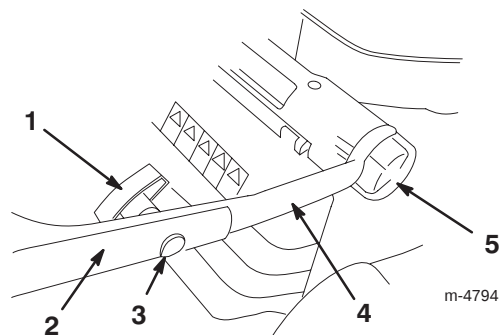

Figure 2
1. Desserrez les boutons de réglage de hauteur du mancheron et tournez la partie inférieure du mancheron vers l'arrière de la tondeuse, jusqu'à ce qu'elle vienne se loger dans l'une des positions de réglage de hauteur, comme indiqué à la Figure 2. Pour régler la hauteur du mancheron, reportez-vous à la rubrique Réglage de la hauteur du mancheron, page 7.
3. Montez la partie supérieure sur la partie inférieure du mancheron à l'aide des boulons à tête ovale et installez les boutons comme indiqué à la Figure 2. **Serrez fermement les boutons.**
Le mancheron dispose de trois positions de réglage en hauteur : haut, moyen, bas (Fig. 2). Réglez le mancheron à la hauteur la plus confortable pour vous.